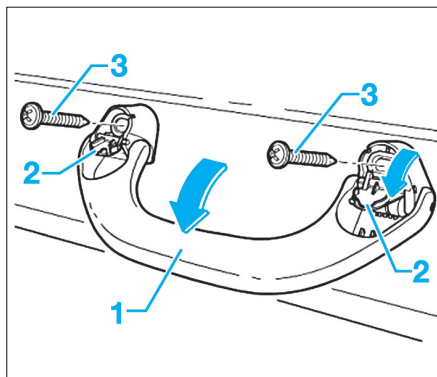

Fig. 75
- Retirer le capuchon (6) en faisant levier.
- Dévisser la vis (5).
- Décrocher le palier de pare-soleil (4) de son logement et débrancher le connecteur (3).
- Retirer le capuchon (7) en faisant levier.
- Dévisser les vis (8) et retirer le palier (2).
- Rabattre la poignée de maintien (1) vers le bas (Fig.75).